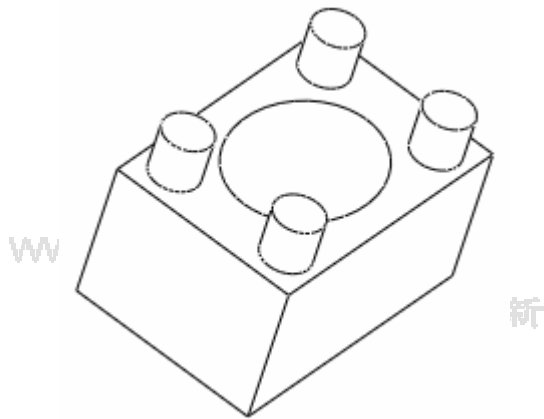

图 1-9
- (8) 单击按钮 ，结束预览；单击反向去除材料按钮 ，然后单击预览按钮，结果如图 1-9 所示。